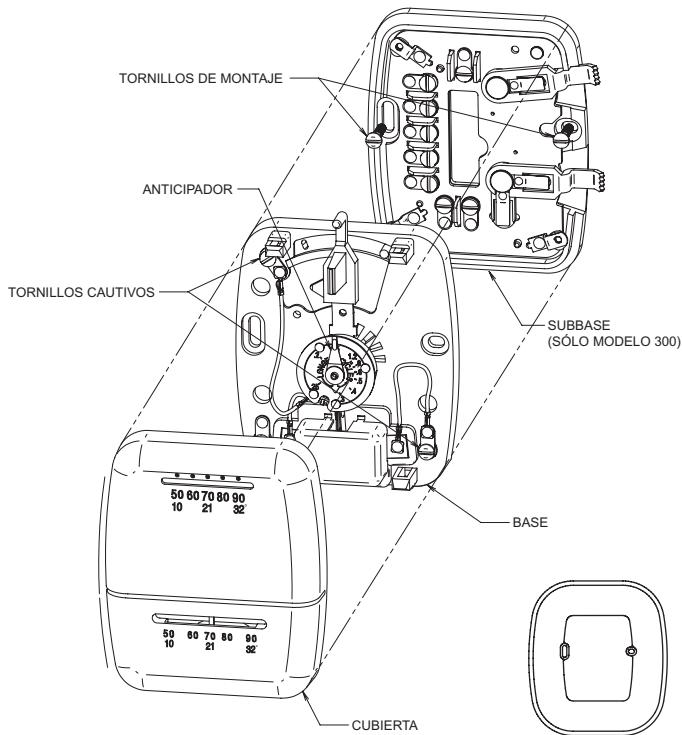

Figura 1.
- Monte la subbase de conmutación/placa adaptadora:** Utilice los tornillos suministrados para montar la subbase o la placa adaptadora (opcional) en la pared (vea la figura 1).
- Fije la base del termostato a la pared:** Empuje con cuidado el cable que sobresale hacia el interior de la pared y tape el orificio con un material resistente al fuego (como aislamiento de fibra de vidrio) para evitar que las corrientes de aire afecten el funcionamiento del termostato. Monte la base del termostato a la subbase utilizando los tres tornillos cautivos de la base del termostato (vea la figura 1). Ajuste bien los tornillos. Quite la etiqueta de papel de la cubierta de plástico de contacto. Continúe con el paso N°5.